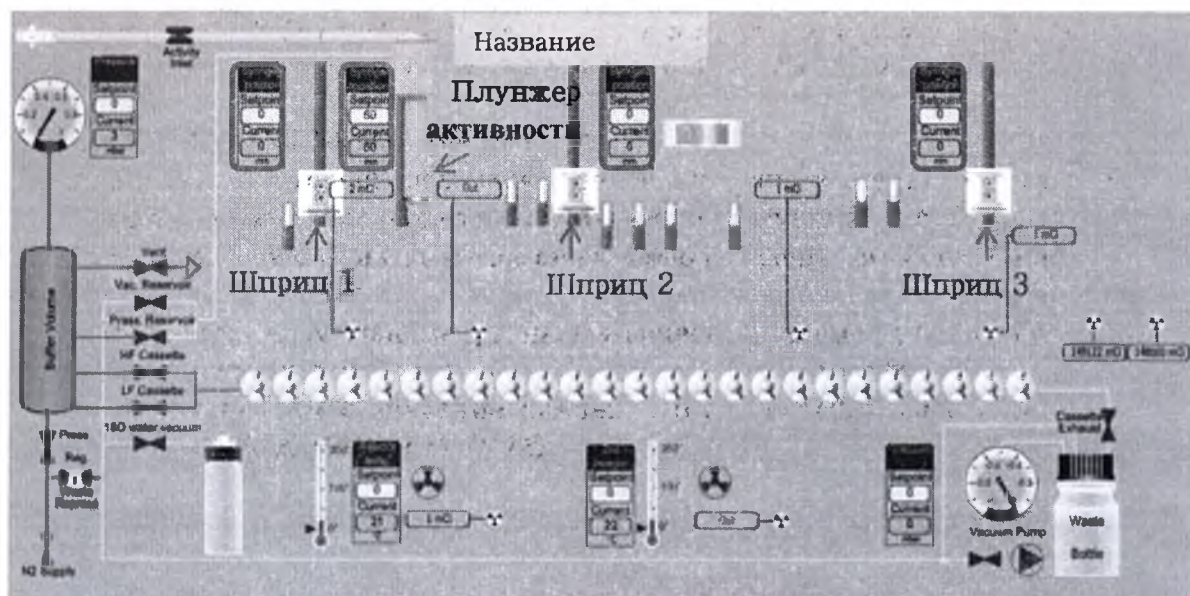

РИСУНОК 0-12: Плунжер активности и управление шприцами в режиме обслуживания.
2. Ввести выбранное положение в мм в соответствующем поле значения на графической схеме (см. *РИСУНОК 0-12*).